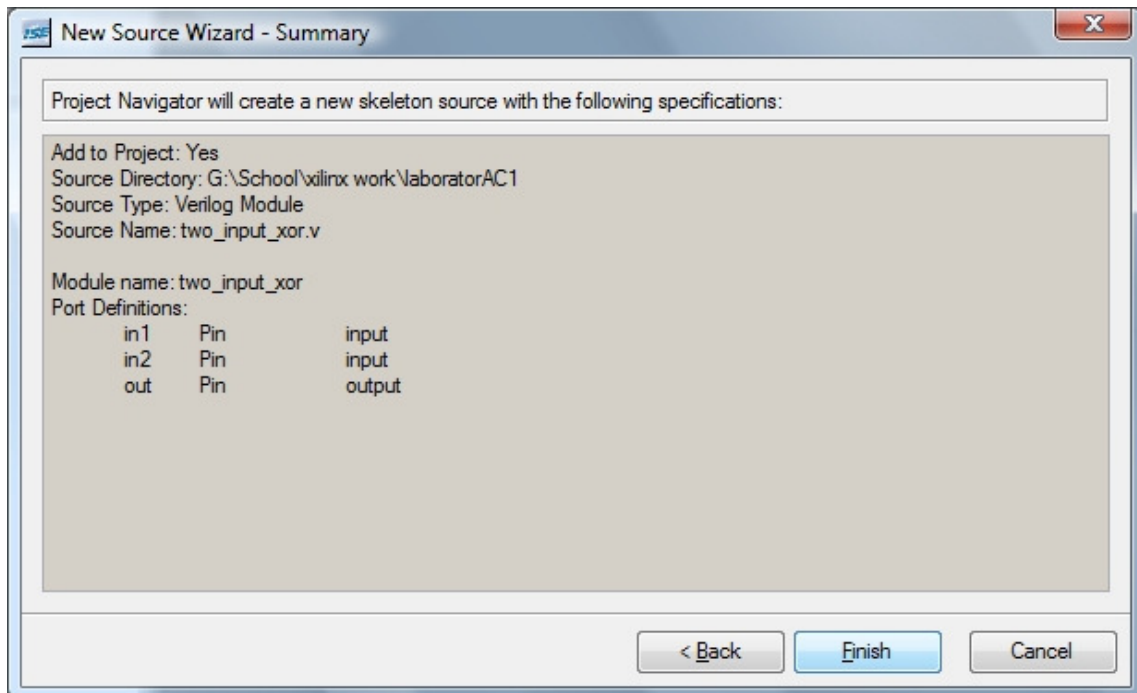

Figura 3.4
- La finalizarea crearii fisierului sursa, va aparea sumarul setarilor (Figura 3.4)